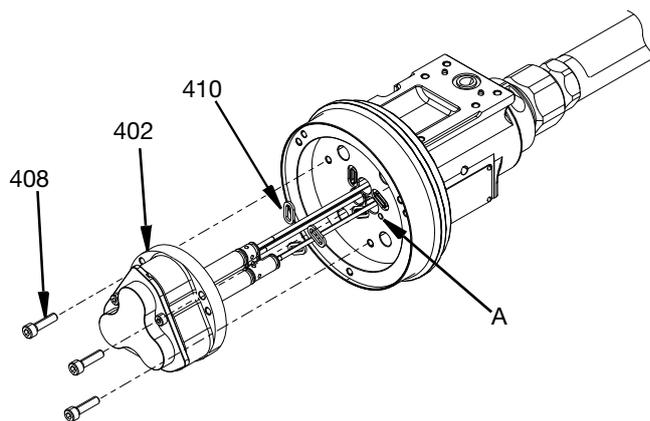

Рис. 34
10. Нанесите тонкий слой литиевой смазки на герметизирующие прокладки (410) и вставьте в центральный корпус (301).
11. Нанесите тонкий слой литиевой смазки на уплотнительные кольца (415) и (416). Вставьте воздушный цилиндр в центральный корпус (301). Нанесите противозадирную смазку на винты M5 (408) и затяните их с усилием 57,5 дюйм-фунтов (6,5 Н•м).
ПРИМЕЧАНИЕ: Углубление (A) на лицевой стороне центрального корпуса (301) совпадает с длинной направляющей уплотнения подшипника (414). См. Рис. 34.